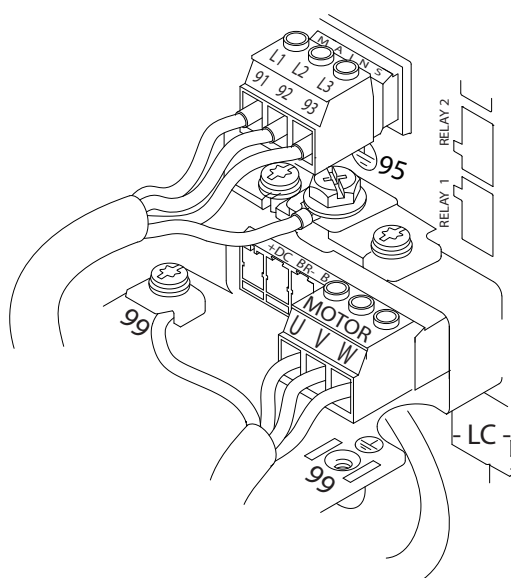

Abbildung 4.6 Beispiel für Motor-, Netz- und Erdungsanschluss
Abbildung 4.6 zeigt vereinfachte Anschlussbilder für Netzanschluss Motor und Erdung eines Frequenzumrichters. Die jeweiligen Konfigurationen ändern sich je nach Gerätetypen und optionaler Ausrüstung.
1. Schließen Sie die 3 Phasen des Netzeingangs an die Klemmen L1, L2 und L3 an (siehe Abbildung 4.6).